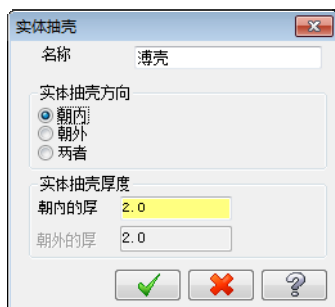
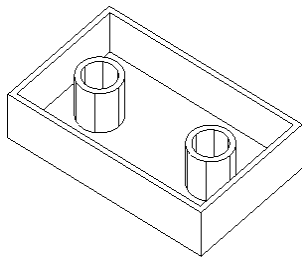

图 7-71 “实体抽壳”对话框
图 7-72 朝内抽壳
- 04 系统弹出“实体抽壳”对话框，在“实体抽壳方向”选项区中选“朝内”选项，输入朝内厚度为 2，如图 7-71 所示。再单击对话框中的“确定”按钮，即可完成实体抽壳操作，结果如图 7-72 所示。